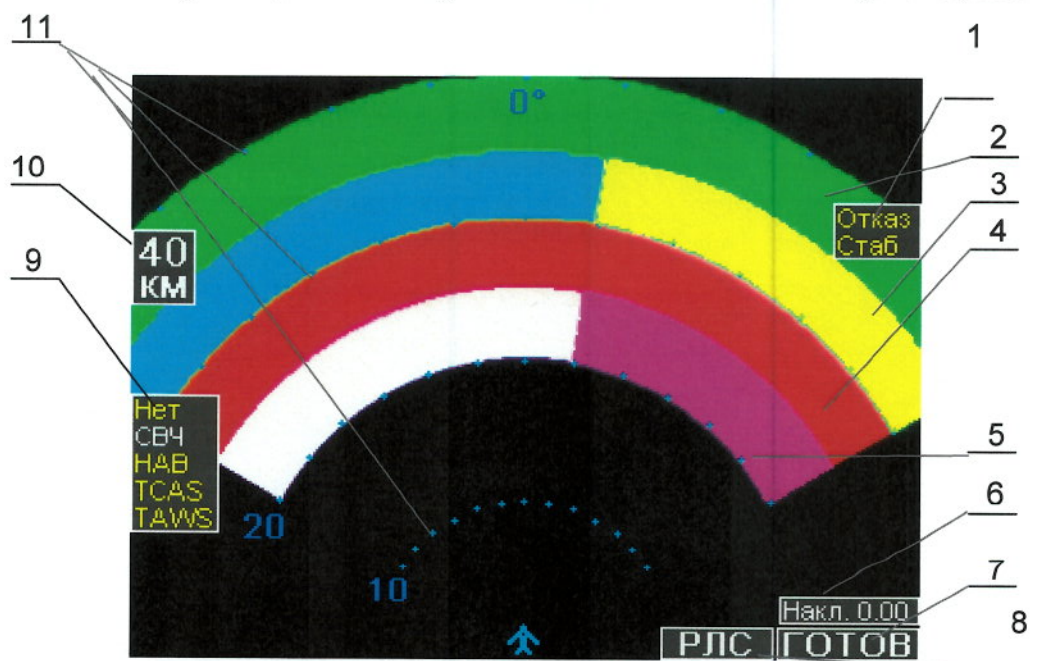

Рисунок 4 - Изображения контрольных сигналов на экране МФИ в режиме «Готовность»
- 3.1.1.3 Для вывода на экран МФИ изображения контрольных сигналов режима «Готовность» (рис. 4) необходимо нажать кнопку WXR (рис. 3, поз. 3). В режиме «Готовность» не происходит излучения СВЧ энергии.
- 3.1.1.8 Управление наклоном антенны осуществляется вращением ручки  • (рис. 3, поз. 15). При этом значение угла наклона антенны (в градусах) отображается в поле экрана (рис. 4, поз. 6). Нажатие на ручку  • на время более 4 секунд позволяет вызвать меню регулировки яркости подсвета надписей передней панели и переключения единиц измерения дальности (километры или морские мили) (рис. 5, поз. 1). Выбор функции меню осуществляется вращением ручки  • (рис. 3, поз. 15). Активным является затененное поле меню (белые символы на темном фоне). Регулировка яркости подсвета надписей передней панели производится вращением ручки  (рис. 3, поз. 16). Для установки выбранной яркости подсвета надписей передней панели или размерности отображения радиолокационной информации нужно нажать кнопку  (рис. 5, поз. 2), около которой расположено поле экрана с надписью ВВОД (рис. 5, поз. 3).
3.1.2.2 Изменение индикации угла наклона антенны (рис. 4, поз. 6) на экране МФИ при вращении ручки управления наклоном антенны (рис. 3, поз. 15) свидетельствует о нормальной работе интерфейсов передачи сигналов управления антенной от приемопередатчика и приема информации об угловом положении антенны.
- поле для индикации отказа стабилизации антенны вследствие отсутствия данных о крене и тангаже, а также отказов блоков (рис. 4, поз. 1);
- поле для индикации угла наклона антенны (рис. 4, поз. 6);
- поле для индикации режима работы РЛС (рис. 4, поз. 7);
- поле для индикации информации, от какой системы выводится информация на экран МФИ (рис. 4, поз. 8)
- поле для индикации информации о выключенном СВЧ излучении, а также отсутствии данных от сопрягаемых систем (рис. 4, поз. 9);
- поле для индикации масштаба и размерности радиолокационного изображения (рис. 4, поз. 10);
3.1.2.4 Для определения местоположения объекта относительно летательного аппарата в полярной системе координат используются калибрационные метки в виде точек, расположенных по дугам (рис. 4, поз. 11). Дуга является калибрационной меткой дальности с оцифровкой в зависимости от выбранного масштаба отображения информации. Точки, расположенные по дуге с интервалом в 10 градусов (без оцифровки), являются калибрационными метками азимута.